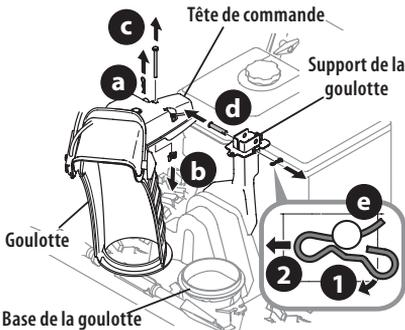

Figure 19
1. Retirez l'écrou papillon (a) et le boulon hexagonal (b) qui se trouvent sur la tête de commande de la goulotte, puis retirez l'axe de chape (c) et la goupille fendue (d) du support de la goulotte. Puis, enlevez l'axe de chape (d) et la goupille fendue (e) du support de la goulotte. Voir Figure 19.